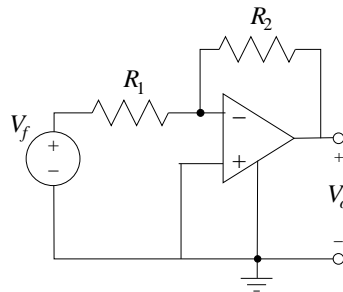

Figura 2.26: Amplificador inversor
**2 Ejemplo (Amplificador inversor)** En la Figura 2.26 se muestra otra configuración realimentada negativamente. En este caso tenemos un *amplificador operacional inversor*. Veamos porque se llama así.
- ✓ **2.3** Haga los cálculos para el amplificador inversor de la Figura 2.26, usando tanto el modelo ideal completo del ampliop como el modelo de ganancia finita. Compruebe el resultado (2.15). Incluya además una resistencia de carga  $R_c$ .